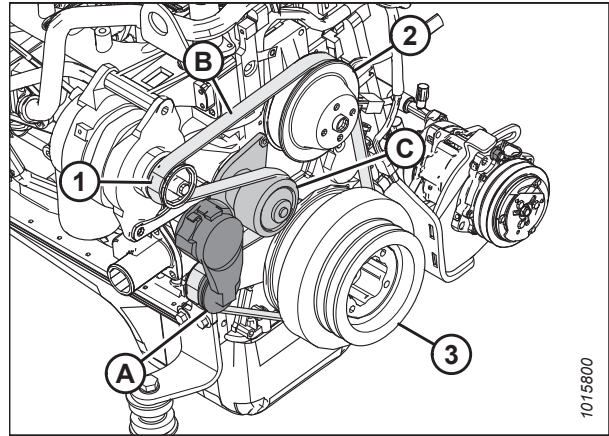

Abbildung 5.169: Motorriemen
5. Das Antriebsende eines 1/2-Zoll-Ratschenschlüssels in den Riemenspanner (A) einführen.
6. Den Spanner gegen den Uhrzeigersinn drehen, bis der Keilriemen (B) von der Riemenscheibe (C) abgenommen werden kann. Den Spanner lösen und den Schraubenschlüssel entfernen.
7. Den Riemen in der Reihenfolge 1, 2, 3 entfernen, wie in Abbildung 5.169, Seite 368 gezeigt.
8. Das Antriebsende eines 1/2-Zoll-Ratschenschlüssels in den Riemenspanner (A) einführen.
9. Den Spanner gegen den Uhrzeigersinn drehen, bis der Riemen (B) auf die Riemenscheibe (C) geschoben werden kann. Den Spanner lösen und den Schraubenschlüssel entfernen.
11. Die Verdichterriemen (C) montieren.
12. Den Verdichter (B) vom Motor wegdrücken, sodass eine Kraft von 45 N (10 lbf) die Riemen (C) in der Mitte um 5 mm (3/16 Zoll) durchbiegt.